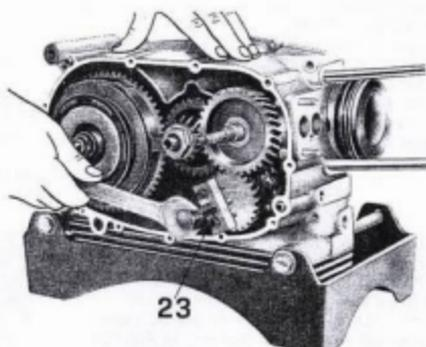

Abb. 11
- das Ölpumpenantriebszahnrad mit dem Werkzeug Nr. 32906302 (23 aus Abb. 11);